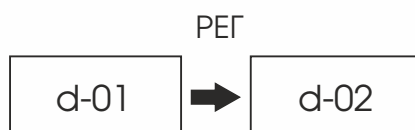

Рисунок 7. Настройка длительности сигнала тревоги.
5. После ввода пароля следует переход в режим настройки длительности сигнала тревоги: «d-01» означает длительность сигнала 1 секунду, «d-02» - 2 секунды, «d-03» - 3 секунды. Используйте кнопку «РЕГ» для изменения значения длительности сигнала тревоги и кнопку «ВВОД» подтверждения выбранного значения как показано на рис. 7.